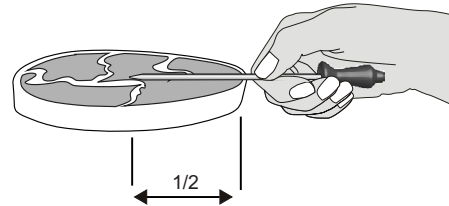

Figure 32 : Sonde insérée dans la partie la plus épaisse de l'aliment
- Insérez la sonde de sorte que la pointe se trouve au centre de la partie la plus épaisse de la pièce de viande ou de l'aliment (Figure 32). Pour obtenir une lecture juste de la température, la sonde ne doit pas toucher aux os, au gras, au cartilage ni à l'ustensile.